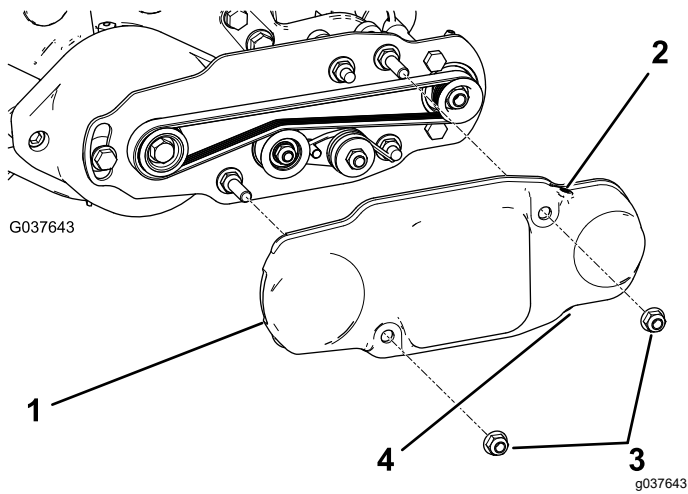

图 18
2. 将皮带罩滑动到安装螺栓上并用 2 个凸缘螺母固定皮带罩 图 18。
3. 确保顶部固定螺丝已安装卸下并丢弃用于排水的底部固定螺丝图 18。